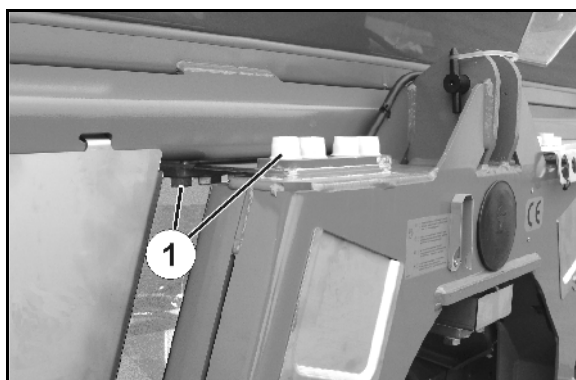

Fig. 52
Nødvendig avstand mellom begrensningsskruene (Fig. 52/1) og veierammen er 2 mm.
1. Løsne kontramutteren (Fig. 52/2)